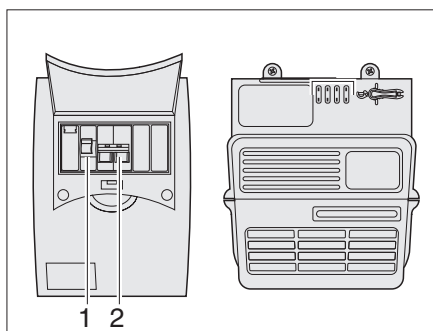

Bild 97 230 V-säkringslåda
Huvudsäkringen (Bild 97,2) säkrar 230 V-ingångsströmmen med max. 10 A. Det finns också en jordfelsbrytare (Bild 97,1) i säkringslådan.
- Slå kortvarigt på och stäng av 230 V-ledningsfelbrytaren (se Bild 97) och huvudbrytaren för batteri (se Bild 91) för att avbryta strömflödet.